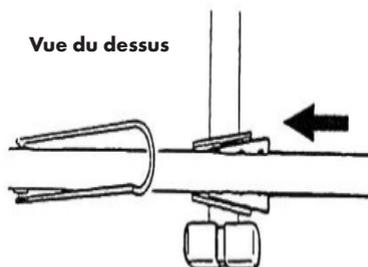

Figure 26
- Insérer les plaques coniques des bras transversaux dans les fentes coniques du berceau comme indiqué à la Fig. 26.